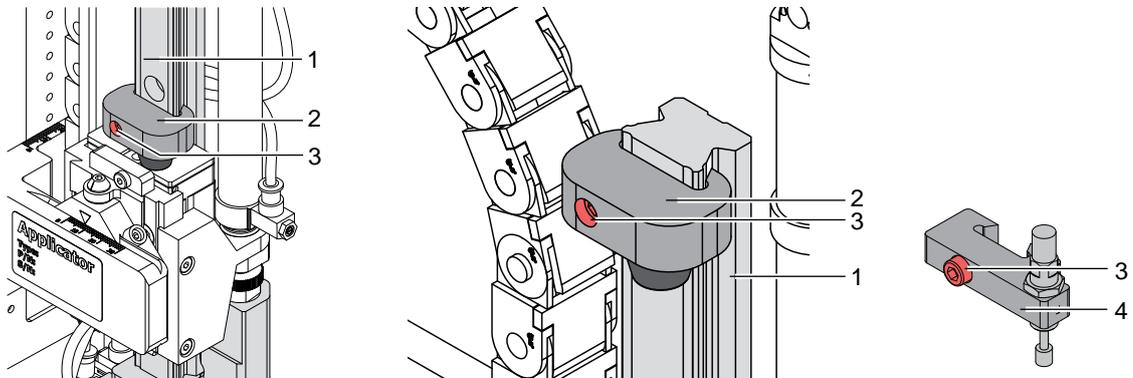

Figure 10 Butée de soufflage comme sécurité de transport
L'applicateur est livré avec la butée (2) fixée sur la tige de guidage (1) dans sa position de sécurité (Figure 10 - image de gauche) afin d'éviter le déplacement du système de pose pendant le transport.
Cette butée sera déplacée le plus haut que possible lors de l'étiquetage (Figure 10 - image du milieu).